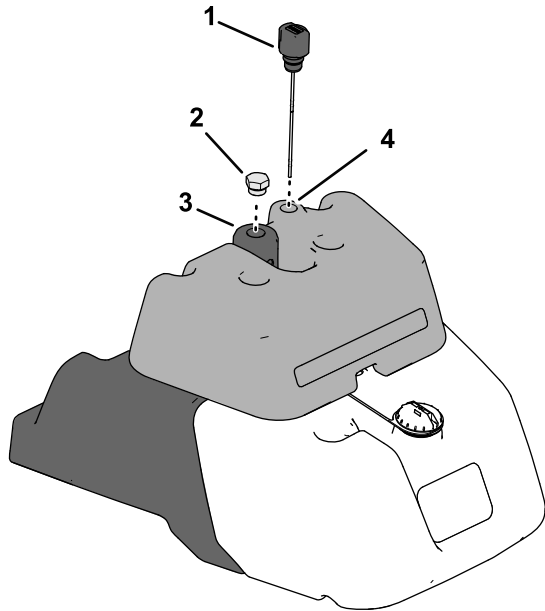

Figure 44
2. Vérifiez le niveau du liquide hydraulique avec la jauge du système hydraulique située en haut du réservoir du détecteur de fuites (Figure 44).